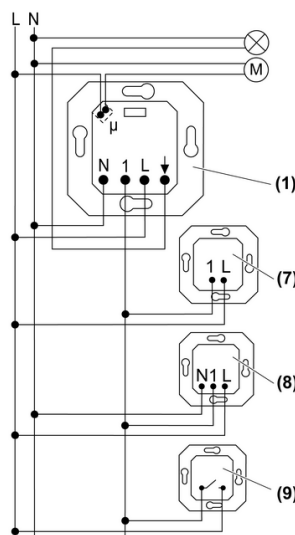

Bild 2: Anschlussplan mit optionalen Nebenstellen
- (1) Unterputz-Einsatz
- (7) Nebenstellen-Einsatz 2-Draht
- (8) Nebenstellen-Einsatz 3-Draht
- (9) Installationstaster, Schließerkontakt
- Einsatz gemäß Anschlussplan (Bild 2) anschließen.